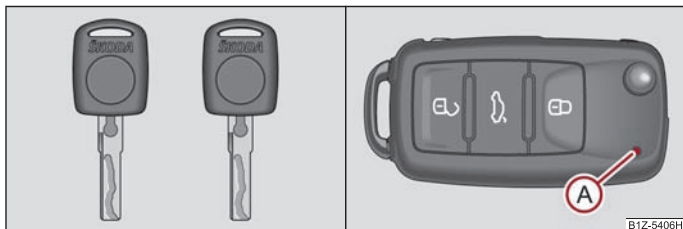
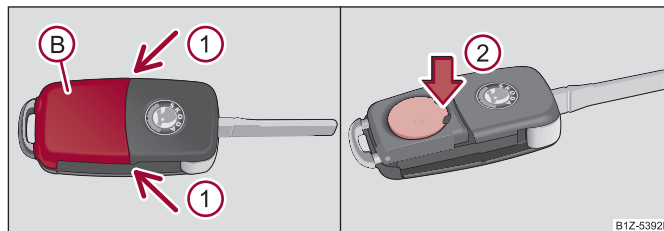

Fig. 22 Setul de chei fără telecomandă / Setul de chei cu telecomandă
Fig. 23 Telecomanda - scoaterea capacului / Scoaterea bateriei
La livrarea autovehiculului primiți două chei. În funcție de echipare, autovehiculul dumneavoastră poate fi echipat cu chei fără telecomandă ⇒ fig. 22 - stânga sau cu chei cu telecomandă* ⇒ fig. 22 - dreapta.
Fiecare cheie conține o baterie, care se găsește sub capacul (B) ⇒ fig. 23. Când bateria este descărcată, după apăsarea unei taste a telecomenzii, lampa de control de culoare roșie (A) nu clipește ⇒ fig. 22. Înlocuiți bateria în felul următor:
- Apăsați capacul bateriei în locul marcat cu săgeată ①, cu atenție ⇒ fig. 23.
- Prin apăsarea bateriei în jos, în locul marcat cu săgeată ②, scoateți bateria descărcată din cheie ⇒ fig. 23.